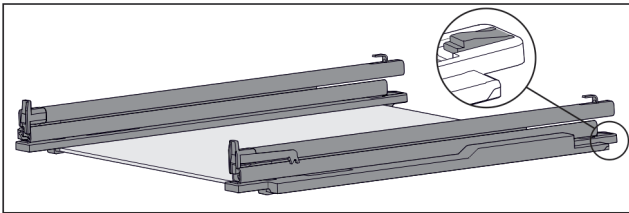

Fig. 110 Placa de vidrio con guías y piezas de sujeción
- ▶ Presione hacia abajo la pieza de sujeción por detrás (consulte Fig. 110) y, simultáneamente, deslice la guía hacia atrás.